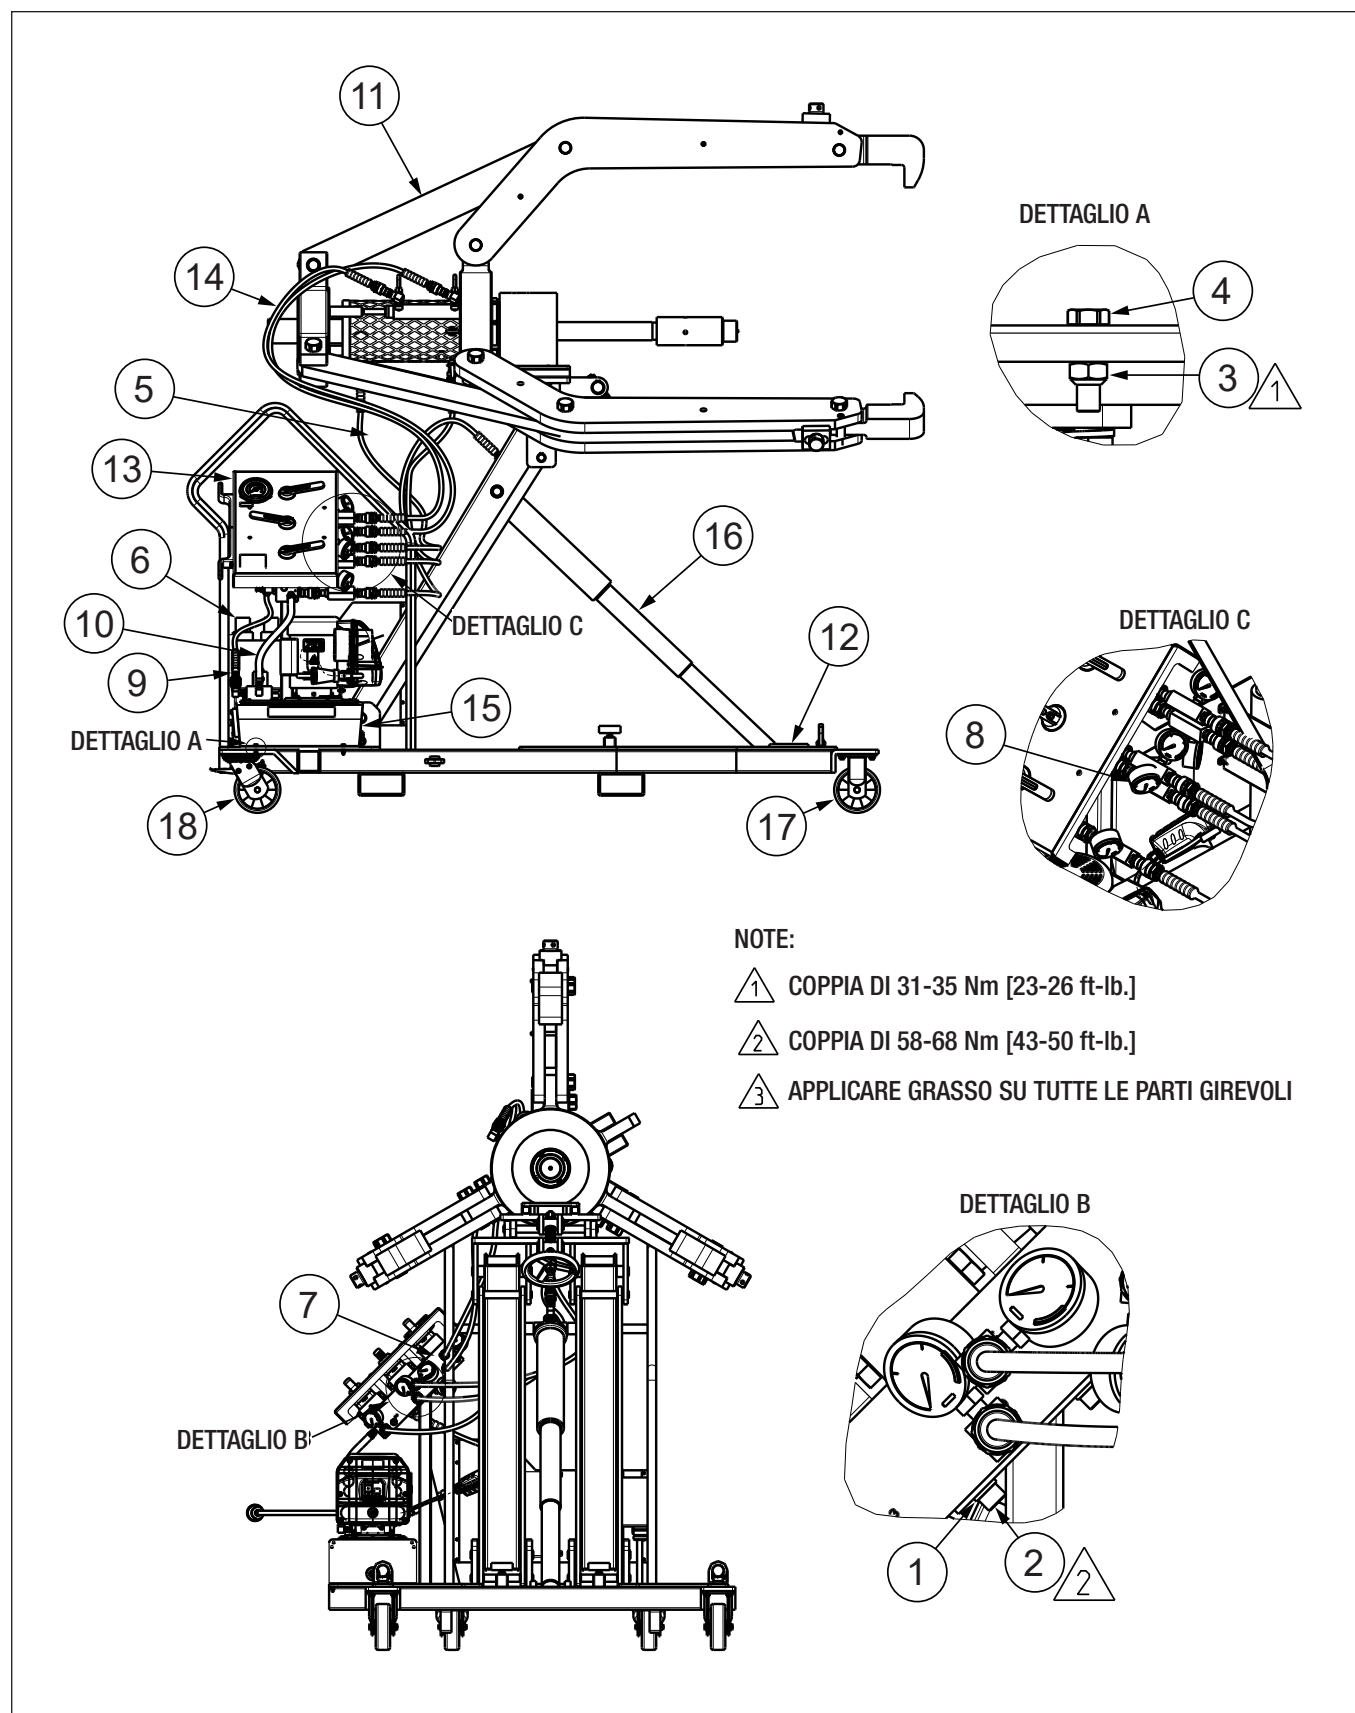

Figura 19: Estrattore
Prima di ogni attivazione, accertarsi che tutte le viti dell'estrattore idraulico (fare riferimento alla Figura 19, punto 4) siano serrate correttamente con il metallo contro il metallo.
9.1.1 Tabella delle parti (Figura 19)